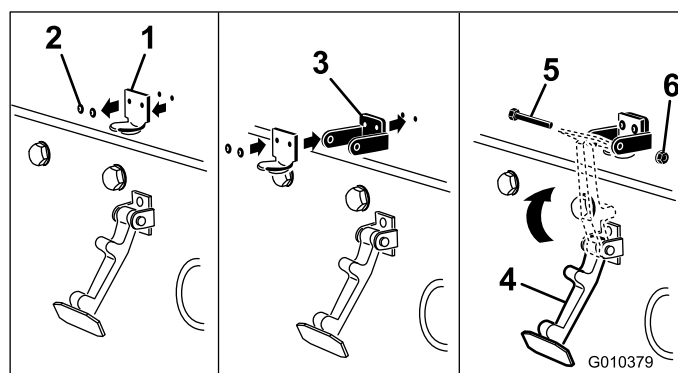

Figura 4
2. Retire os (2) rebites que prendem o suporte do trinco do capot ao capot (Figura 4). Retire o suporte do trinco do capot do capot.
3. Ao alinhar os furos de montagem, posicione o suporte do trinco CE e o suporte do trinco do capot no capot. O suporte do trinco tem de estar contra o capot (Figura 4).
5. Prenda o trinco no suporte do trinco do capot (Figura 4).
6. Insira um parafuso (1/4 pol. x 1 1/2 pol.) através do suporte do trinco do capot e prenda com uma porca de freio (Figura 4).